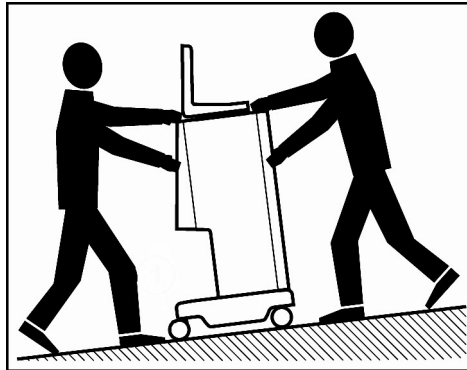

Fig. 4-2 Transport dans les escaliers et dans les zones en pente (2 personnes)
4. Pour monter ou descendre le générateur de dialyse dans les escaliers ou les zones inclinées, prévoir 2 personnes, comme indiqué dans Fig. 4-2.